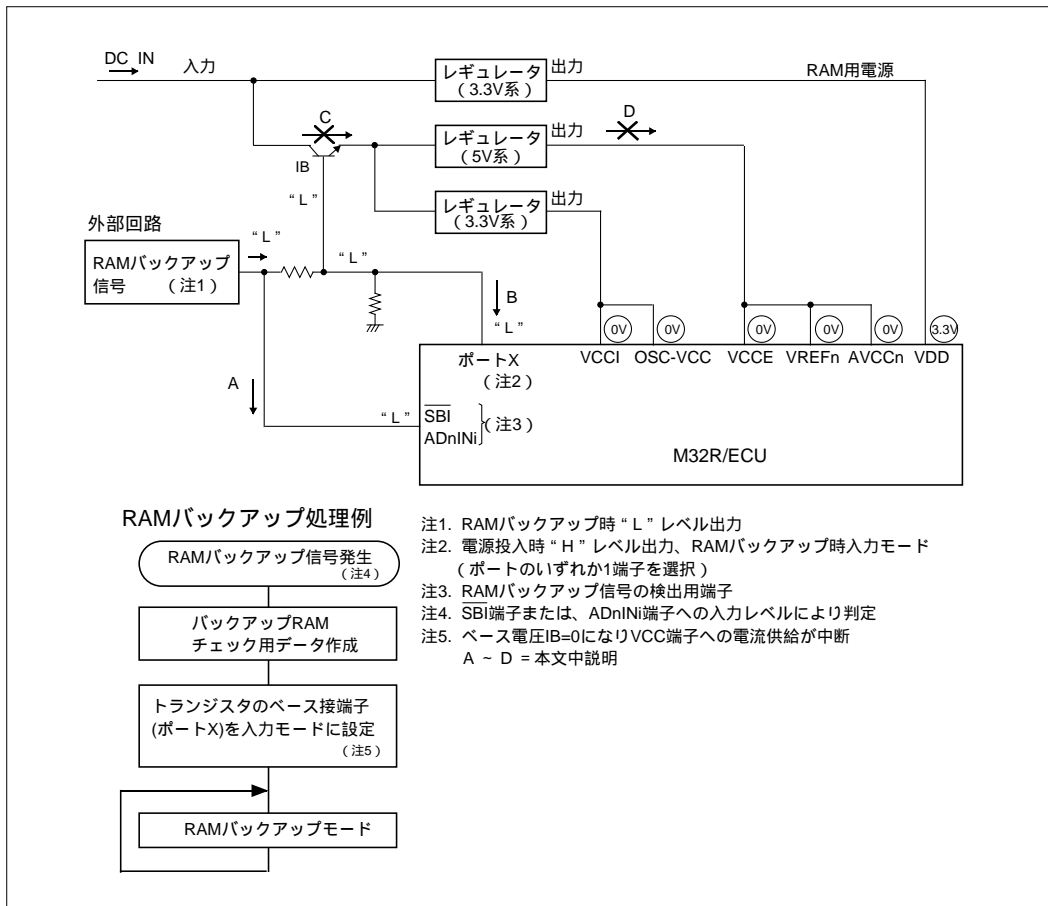
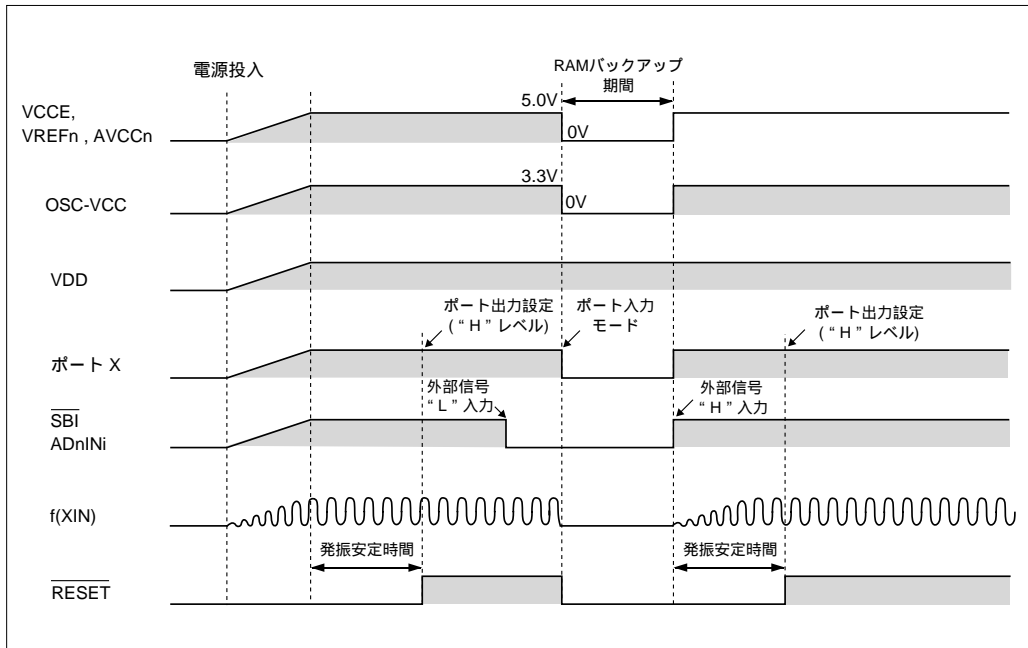

図19.3.3 低消費電力化時のRAMバックアップ時の状態
図19.3.4 低消費電力化のためのRAMバックアップシーケンス例
図19.3.3にRAMバックアップ時の状態を、図19.3.4にRAMバックアップシーケンスを示します。外部回路から“L”レベルが出力されるとSBI端子またはADnINi端子へ“L”レベルが入力されます。これらの端子への“L”レベル入力が、RAMバックアップ信号の発生となります(図19.3.3のA、)。RAMバックアップモードを有効にするためには、次の設定を行ってください。
- (1) RAMバックアップモードから通常モードに復帰したときに、RAMのデータが正常に保存されていたかのチェック用データを作成(図19.3.3の)。)
- (2) 低消費電力を実現するために、ポートX以外のプログラマブル入出力ポートをすべて入力モード(又は出力モードで“L”レベル出力)に設定する(図19.3.3の)。
- (3) ポートXを入力モードに設定する(図19.3.3のB、)。この処置によってトランジスタのベース電圧IBが“L”レベルになり、電流はトランジスタを介して電源からVCC端子へ流れないため(図19.3.3のC)、VCC端子への電流の供給が切れます(図19.3.3のD)。
- (1)~(3)の設定によってVDD端子は $3.3V \pm 10\%$ 、その他の端子は0Vになり、M32R/ECUはRAMバックアップモードになります(図19.3.3の)。